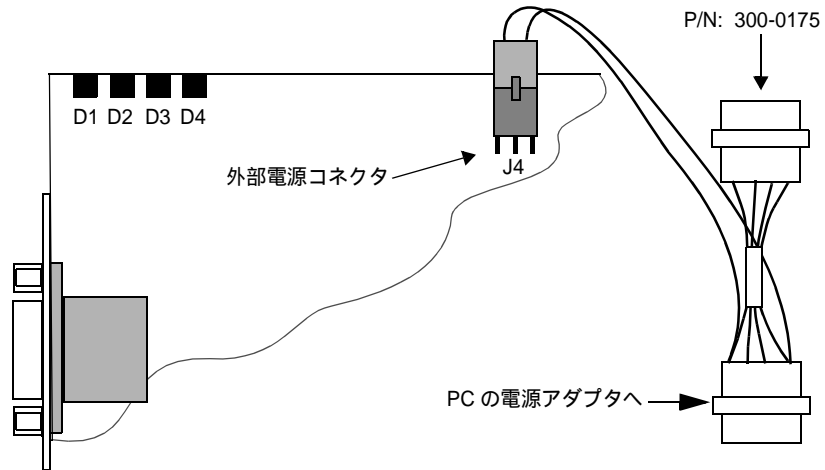

図 2. パラレル I/O ボードの外部電源接続
- 図 2 のように、パラレル I/O ボード上のコネクタ J4 とホスト PC 上の +12 V 電源を外部電源ケーブル (P/N: 300-0175) で接続します。ケーブルコネクタにはキーが付いており、適合するコネクタのみ挿入できるようになっています。